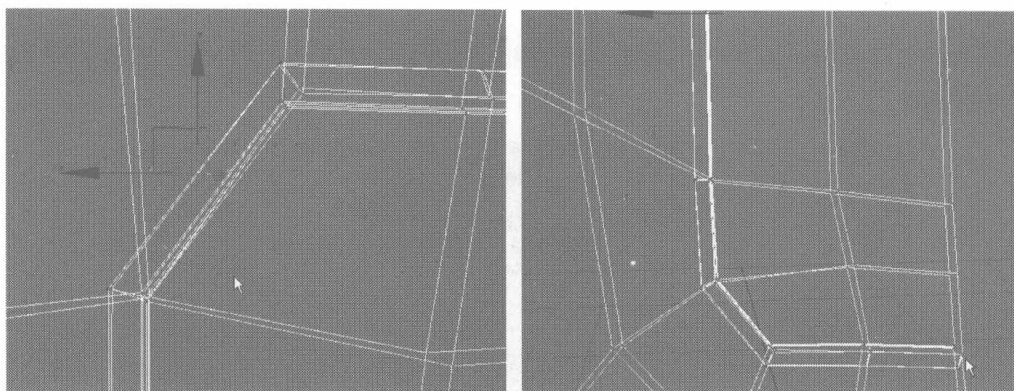
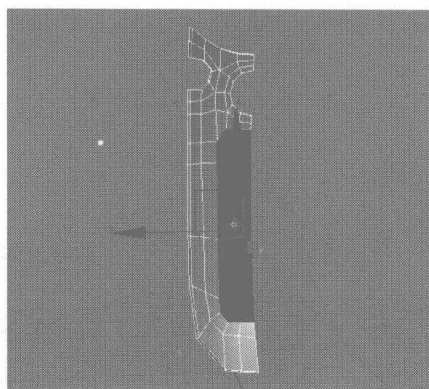

图 3.101
图 3.102
- 17** 选择显示屏内侧厚度上的节点，并将其删除，如图 3.101 所示，再选择其内侧的面删除，如图 3.102 所示。